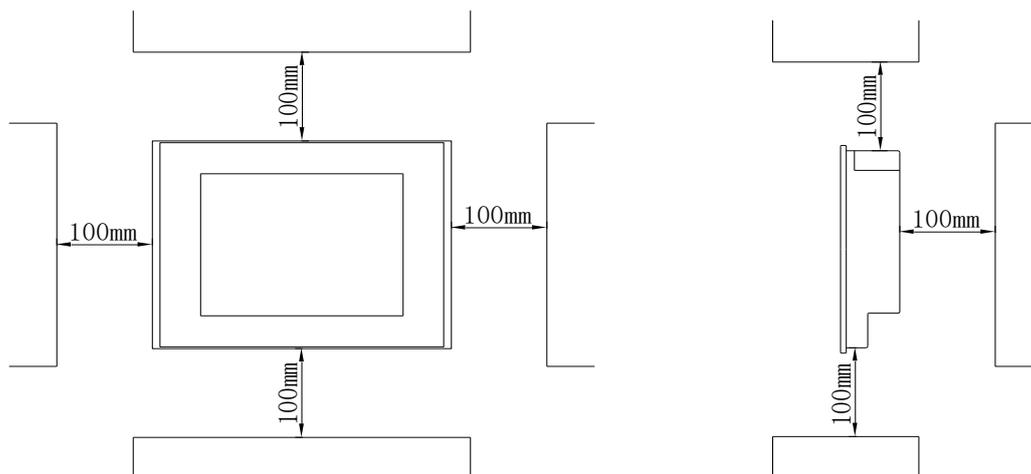

图 4-2 ALC 控制器与其它设备之间的安装距离图
- 为了便于维修和操作，及良好的通风条件，必须保证 ALC 控制器与其它设备之间的安装距离不小于 100mm，如图 4-2 所示：